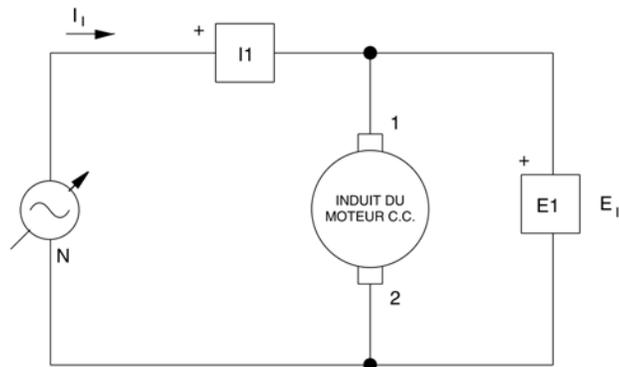

Figure 3-7. Inductance de l'induit du moteur d'entraînement
Vous pouvez déterminer l'inductance de l'induit du module Moteur / Génératrice c.c. Pour ce faire, vous devez vous assurer que l'interrupteur principal du Bloc d'alimentation est à la position O (arrêt) et que le bouton de commande de la tension est tourné vers la gauche, jusqu'au bout, puis vous devez monter le circuit de la figure 3-7. Dans la fenêtre Appareils de mesure, ouvrez le fichier de configuration ACMOTOR1.CFG, sélectionnez l'agencement des appareils de mesure et réglez l'appareil de mesure programmable B en impédancemètre (X). Mettez l'interrupteur principal du Bloc d'alimentation à la position I (marche) et réglez le bouton de commande de la tension de façon à ce qu'un courant c.a. (indiqué sur l'appareil de mesure I1) égal au courant nominal d'induit du module Moteur / Génératrice c.c. circule dans l'induit. Notez la réactance d'induit ( $X_L$ ) indiquée sur l'appareil de mesure B, mettez l'interrupteur principal du Bloc d'alimentation à la position O (arrêt) et convertissez la réactance  $X_L$  en inductance, à l'aide de la formule suivante :